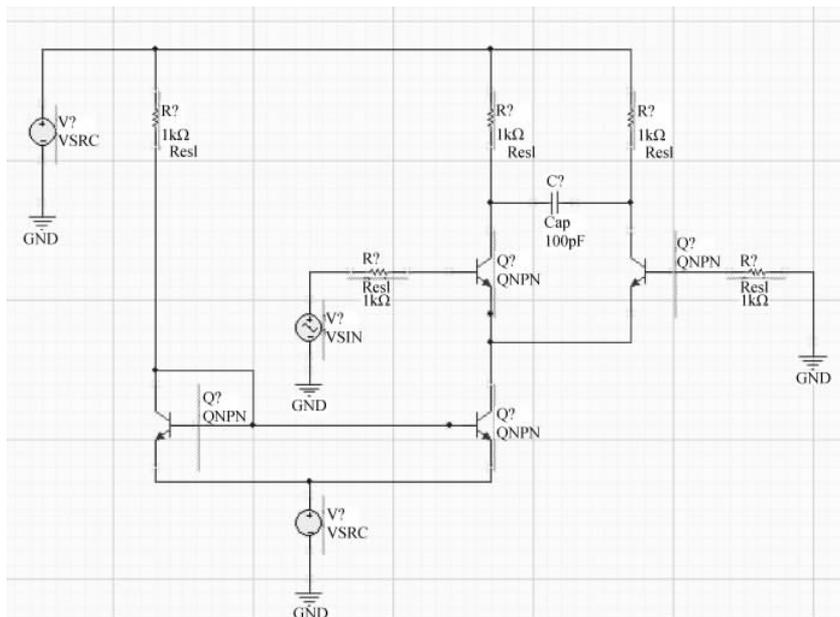

图 3-65 连接电路元件和信号源
(4) 单击 AD 主界面下工具栏内的连线按钮,将这些元器件和信号源按照图 3-65 所示的方式进行连接。